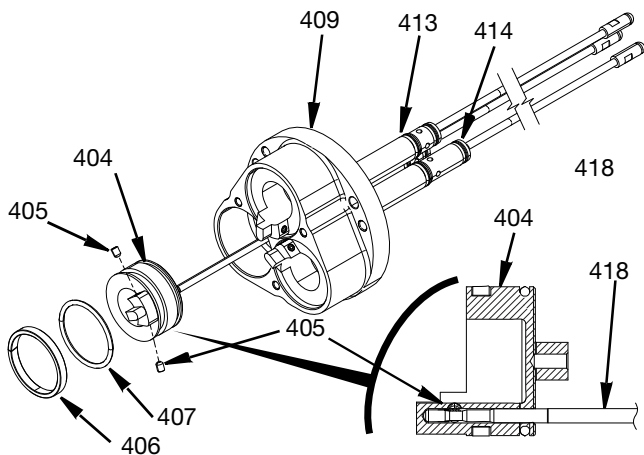

FIG. 32
- Applicare uno strato sottile di grasso al litio sugli aghi di intercettazione della sfera (418) e inserirli attraverso le guide della tenuta del cuscinetto corta e lunga (413 e 414).
- Installare gli O-ring (407) e gli anelli di guida (406) sui pistoni (404).
- Posizionare i pistoni (404) sugli aghi di intercettazione della sfera (418) finché i pistoni non escono dal fondo nei fori dell'alloggiamento del cilindro pneumatico (409) finché i pistoni non escono dal fondo nei fori dell'alloggiamento del pistone pneumatico. Vedere FIG. 32.